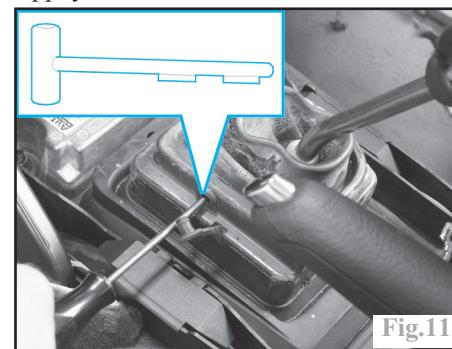

Fig.11
-introduire l'outil de réglage sur le côté gauche du boîtier (outil Peugeot 0216-M) et le tourner d'un quart de tour (Fig.11).